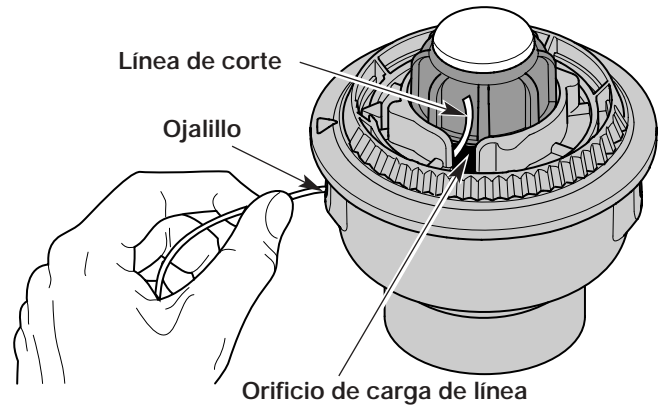

Fig. 9
3. Saque la línea vieja por los orificios de carga y de cierre de línea (Figs. 9 y 10).
4. Inserte una pieza de línea de corte dentro de uno de los ojajillos de la bobina exterior. Páselo hacia arriba a través del orificio de carga del carrete interior (Fig. 9). No doble la línea al insertarla en el ojajillo.